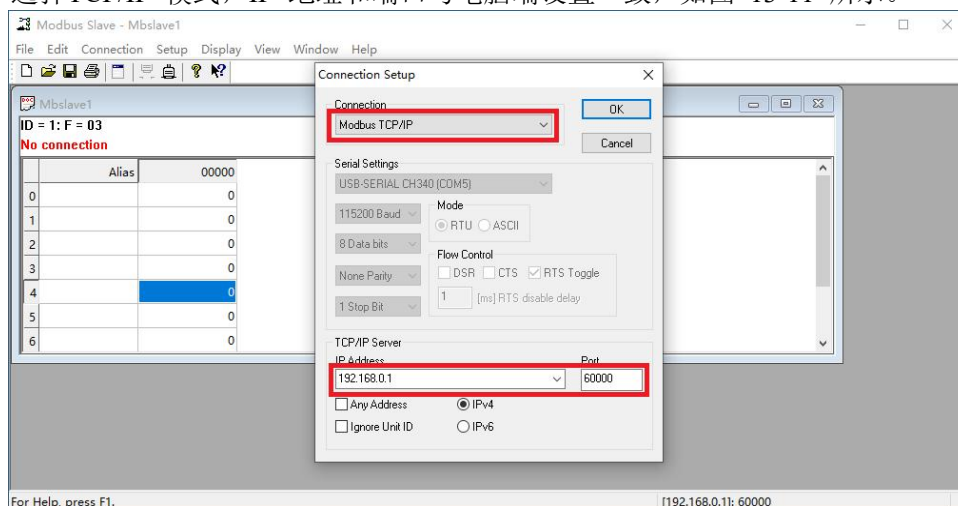

图 13-11 从机软件 MODBUS_TCP 参数设置
(5) 选择TCP/IP 模式，IP 地址和端口与电脑端设置一致，如图 13-11 所示。